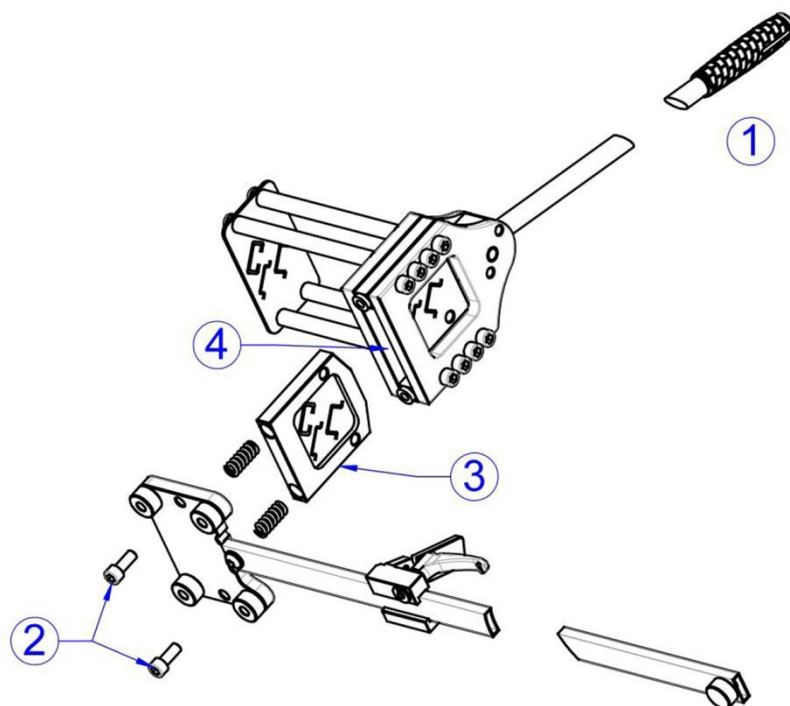

Bild 9: Underhåll av kapplattan
- Fäll manöverspaken (bild 9, pos. 1) helt bakåt.
- Lossa de båda M10-skruvarna (bild 9, pos. 2) på undersidan av verktyget. Eftersom dessa skruvar förspänner återställningsfjädrarna måste de lossas växelvis och i små steg för att undvika att bottenplattan kläms.
- Ta ut kapplattan nedåt ur verktyget (bild 9, pos. 3). Om kapplattan sitter för hårt klämd ska du lossa de 8 M10-skruvarna på sidorna ett halvt varv och trycka ut kapplattan.
- Rengör insidan (bild 9, pos. 4) av verktyget och blås ur med tryckluft.